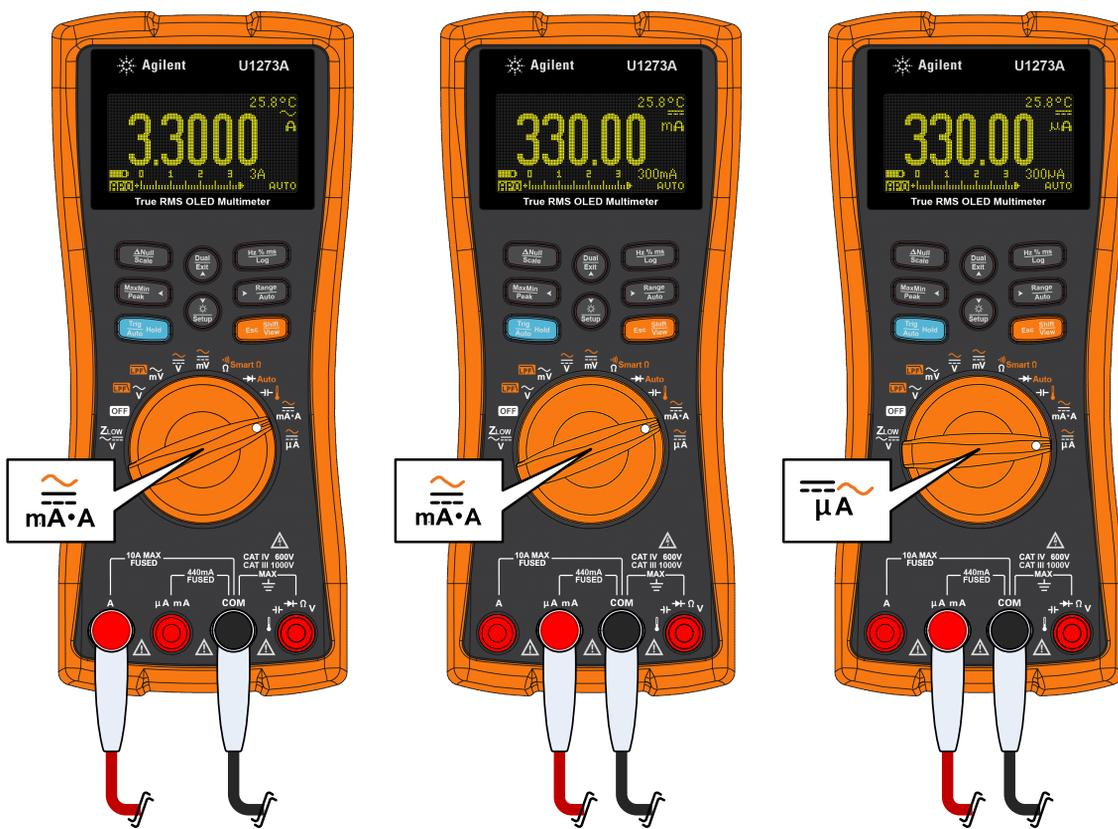

Figure 2-32 Configuration de mesure du courant
- Pour éviter de griller le fusible de 400 mA du multimètre, n'utilisez la borne **$\mu\text{A mA}$** après avoir vérifié que le courant est inférieur à 400 mA. Consultez la Figure 2-32 pour en savoir plus sur les connexions des cordons de test et la sélection de fonction. Pour plus d'informations sur les alarmes utilisées par le multimètre en cas d'utilisation incorrecte des cordons de test pour des mesures de courant, reportez-vous à la section « Avertissement d'entrée ».